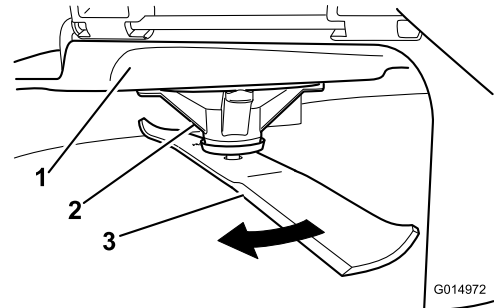

図 56
2. 厚手の丈夫な手袋をはめるなどして確実に保護した手で、ブレードをゆっくり回転させ、適当な位置で、刃先から床面までの距離を測定する 図 56。